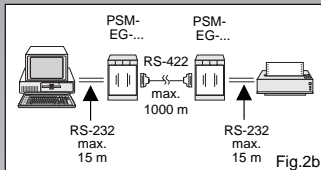

Fig.2b
- **Long-distance transmission** (Fig. 2b) between two RS-232 interfaces up to 1000 m.
- **Transmission sur de longues distances** (fig. 2b) entre deux interfaces RS-232 jusqu'à 1 000 m.
- **Transmisión a gran distancia** (fig. 2b) entre dos interfaces RS-232 hasta 1000 m.